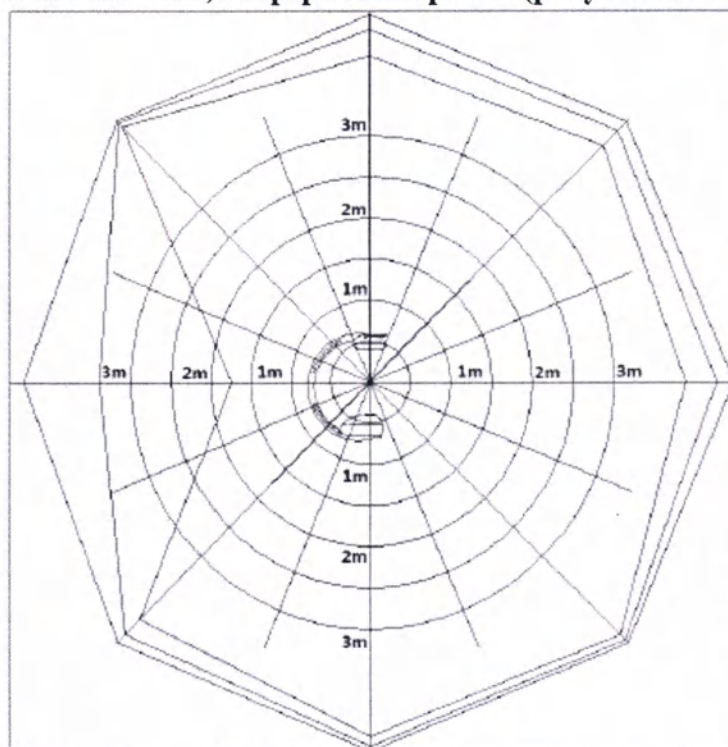

Рисунок 14.3.7
7.3.7 Карта кермы ИСО для рентгеновского луча в вертикальном направлении на малом фокусе 1,5м 120 кВ 4 мА, непрерывный режим(рисунок 14.3.7)